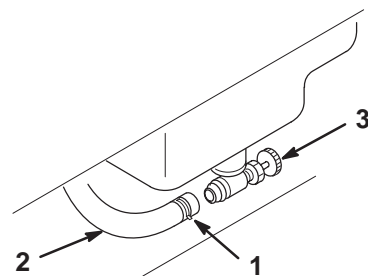

Bild 39
3. Lockern Sie die Schlauchklemme und schieben sie an der Kraftstoffleitung weg vom Kraftstoffhahn nach oben (Bild 39).
- Ziehen Sie die Kraftstoffleitung vom Kraftstoffhahn ab (Bild 39). Etwas Kraftstoff läuft aus dem Schlauch, wenn er vom Hahn abgezogen wird. Bringen Sie einen Schlauch mit einem Innendurchmesser von 5/16" am Hahn an, damit der Kraftstoff besser in einen Kanister ablaufen kann. Öffnen Sie den Hahn und lassen den Kraftstoff in einen zulässigen Kanister oder ein Auffanggefäß ablaufen. Entsorgen Sie Kraftstoff vorschriftsmäßig.
- Bringen Sie die Kraftstoffleitung am Kraftstoffhahn an. Schieben Sie die Schlauchklemme ganz an den Hahn heran, um die Kraftstoffleitung abzusichern (Bild 39). Sie sollten den Kraftstoffhahn normalerweise offen lassen, außer wenn Sie die Kraftstoffanlage warten oder die Zugmaschine auf einem Anhänger transportieren.